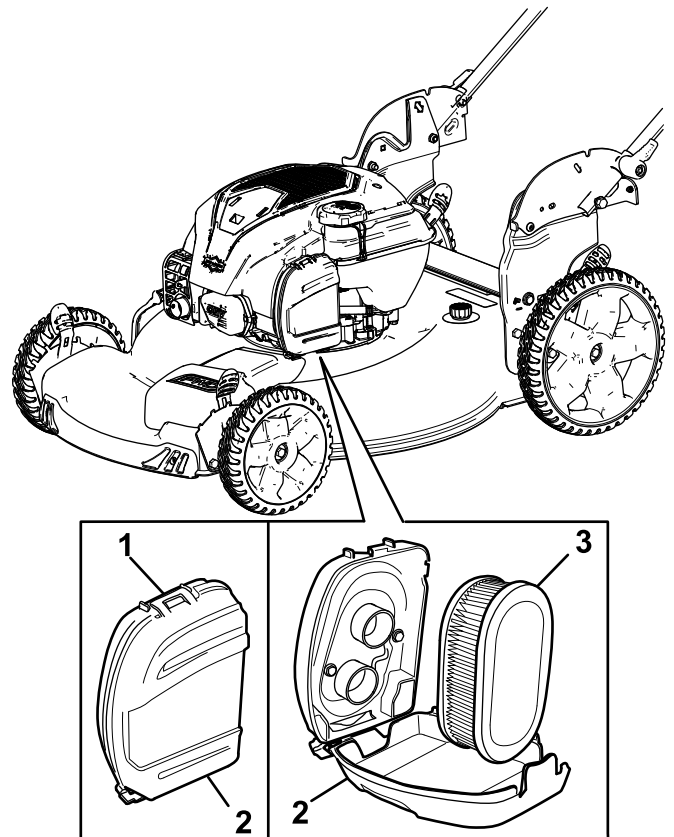

Figura 21
1. Sbloccate la parte superiore del coperchio del filtro dell'aria (Figura 21).
2. Rimuovete il filtro (Figura 21).